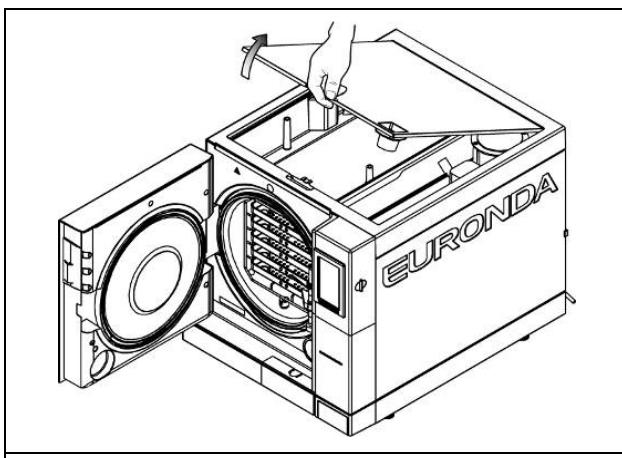
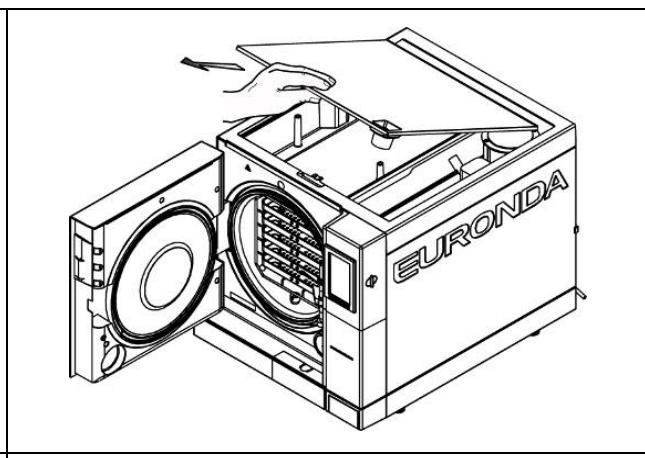

Рис. 5.5
Рис. 5.6
- Для доступа к емкостям для воды необходимо снять крышку стерилизатора, откинув ее на 45° (см. рис. 5.5) и далее потянуть ее на себя (см. рис. 5.6).